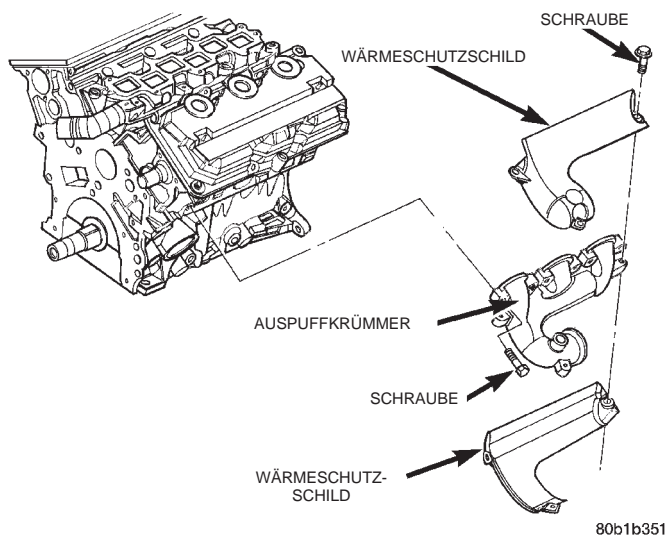

Abb. 13 Auspuffkrümmer—3.5L-Motor
(9) Die Befestigungsschrauben des Klimakompressors lösen und den Kompressor zur Seite legen.
(10) Das Motoröl-Peilstabrohr abbauen.
(11) Die Halterung des Klimakompressors abbauen.
(12) Den Steckverbinder an der Lambda-Sonde abklemmen und die Lambda-Sonde ausbauen.
(13) Die Befestigungsschrauben des Wärmeschutzschilds lösen und das Wärmeschutzschild abbauen (Abb. 13).
(14) Die Befestigungsschrauben des Auspuffkrümmers lösen (Abb. 13).
(15) Den Auspuffkrümmer abbauen.
(1) Den Auspuffkrümmer anbauen. Die Befestigungsschrauben von der Mitte ausgehend nach außen mit einem Anzugsmoment von 23 N·m (200 in. lbs.) festziehen (Abb. 13).
(2) Die Wärmeschutzschilde anbauen und die Befestigungsschrauben mit einem Anzugsmoment von 12 N·m (105 in. lbs.) festziehen.
(3) Die Lambda-Sonde am Auspuffkrümmer einbauen und den Steckverbinder aufstecken.
(4) Die Halterung des Klimakompressors anbauen.
(5) Das Motoröl-Peilstabrohr anbauen.
(6) Den Klimakompressor anbauen und den Antriebsriemen auflegen. Nähere Hinweise zum Auflegen und Spannen des Antriebsriemens siehe Kapitel 7.
(7) Eine neue V-Band-Schelle einbauen und mit einem Anzugsmoment von 11 N·m (100 in. lbs.) festziehen.
(8) Das Fahrzeug auf einer Hebebühne anheben.
(9) Die Auspuffanlage einbauen. Näheres hierzu siehe Hinweise in diesem Abschnitt.
(10) Die Mutter, mit der die Katalysatorrohr-Halterung am Getriebe befestigt ist, aufschrauben und/oder mit einem Anzugsmoment von 47 N·m (35 ft. lbs.) festziehen.
(11) Das Fahrzeug absenken und das Ansaugluftfiltergehäuse einschließlich Luftansaugleitung einbauen.